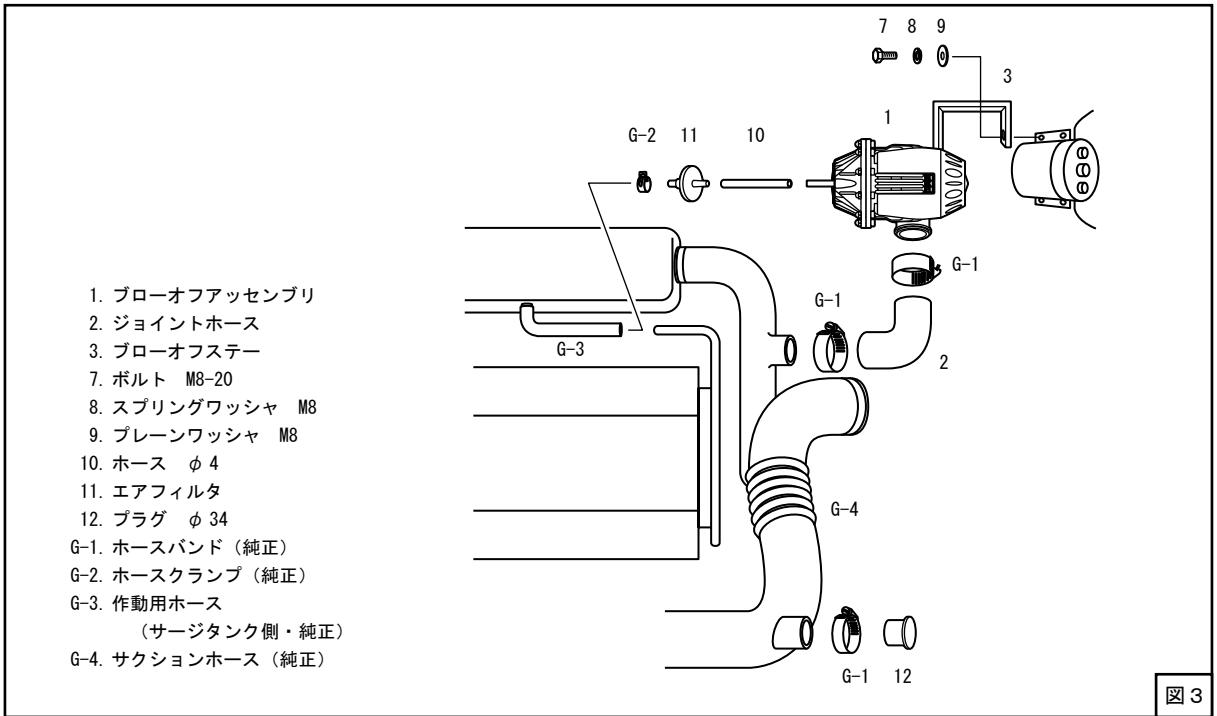
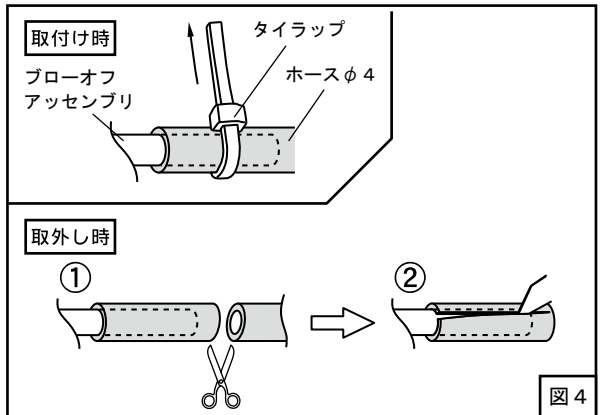

図3
図4
(2) キットパーツを仮付けしてください。(図3)
(3) キットパーツを使用してブローオフバルブ作動用の配管を行ってください。ホースφ4は適当な長さに(ある程度余裕を持たせて)切って使用してください。(図3)
(4) ブローオフアッセンブリのニップル部に取付けたホースφ4をタイラップで縛り、固定してください。(図3、図4)
ブローオフアッセンブリを取外す時など、ホースφ4をブローオフアッセンブリから抜く際は、タイラップを外した後、一度ホースφ4を切断し切り込みを入れてから取外してください。(図4)